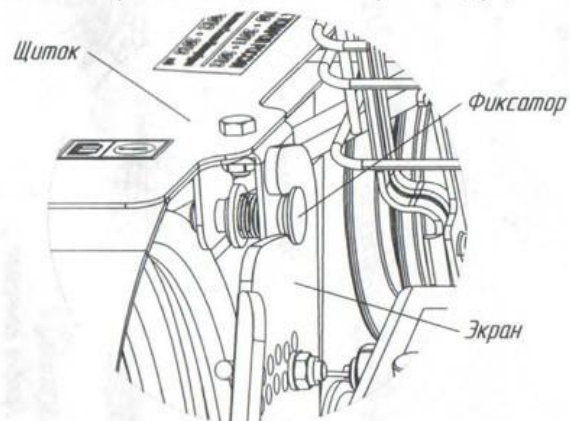

Рис.5 Схема крепления щитка со стороны ведомого шкива
- опускать щиток таким образом, чтобы фиксатор зашел в паз на экране мотоблока (рис.5);